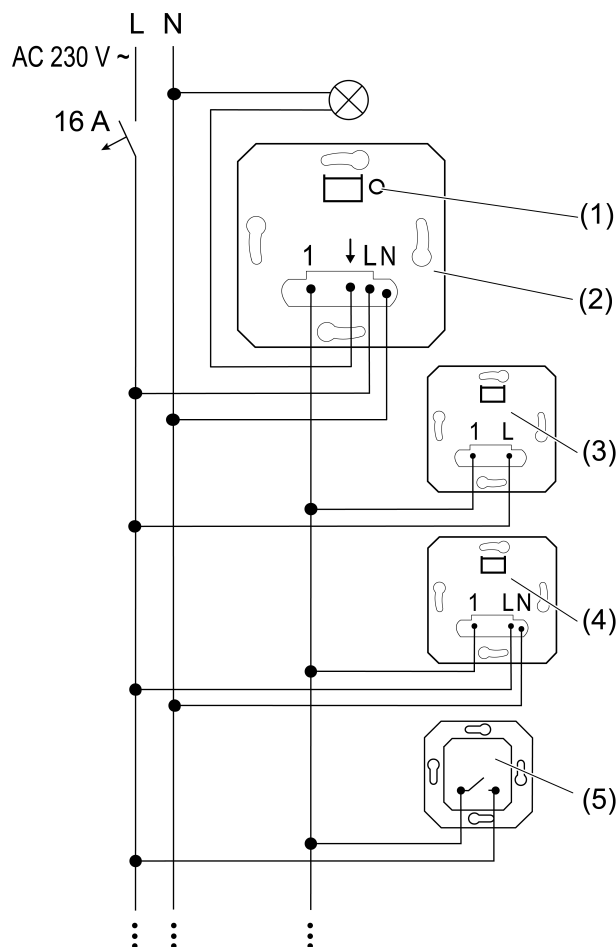
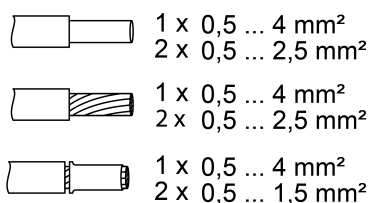

рисунок 1: Схема подключения с дополнительными подчиненными узлами локальной сети
рисунок 2: Максимальное поперечное сечение кабеля для зажимных контактов
- Подключите включающую вставку (2) согласно схеме подключения (рисунок 1). При этом следует учитывать поперечные сечения проводов, на которые могут устанавливаться зажимы (рисунок 2).
- Подключите на выбор 2-проводной подчиненный узел (3), 3-проводной подчиненный узел (4) и замыкающий контакт (5) кнопочного выключателя.
- i** Нагрузку можно включать путем короткого нажатия кнопки **TEST** (1).